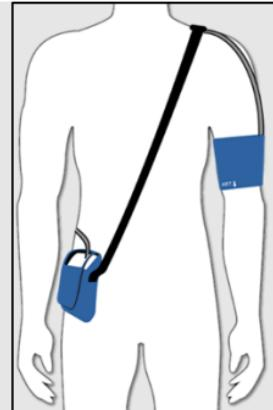

Abb. 1: NBP-24 NG mit Schultergurt
- Sorgen Sie für den richtigen Sitz von Schultergurt/Hüftgürtel und Manschettenschlauch, siehe Abb. 1.
- Der Schlauchanschluss an der Manschette muss nach oben gerichtet sein, siehe Abb. 1.